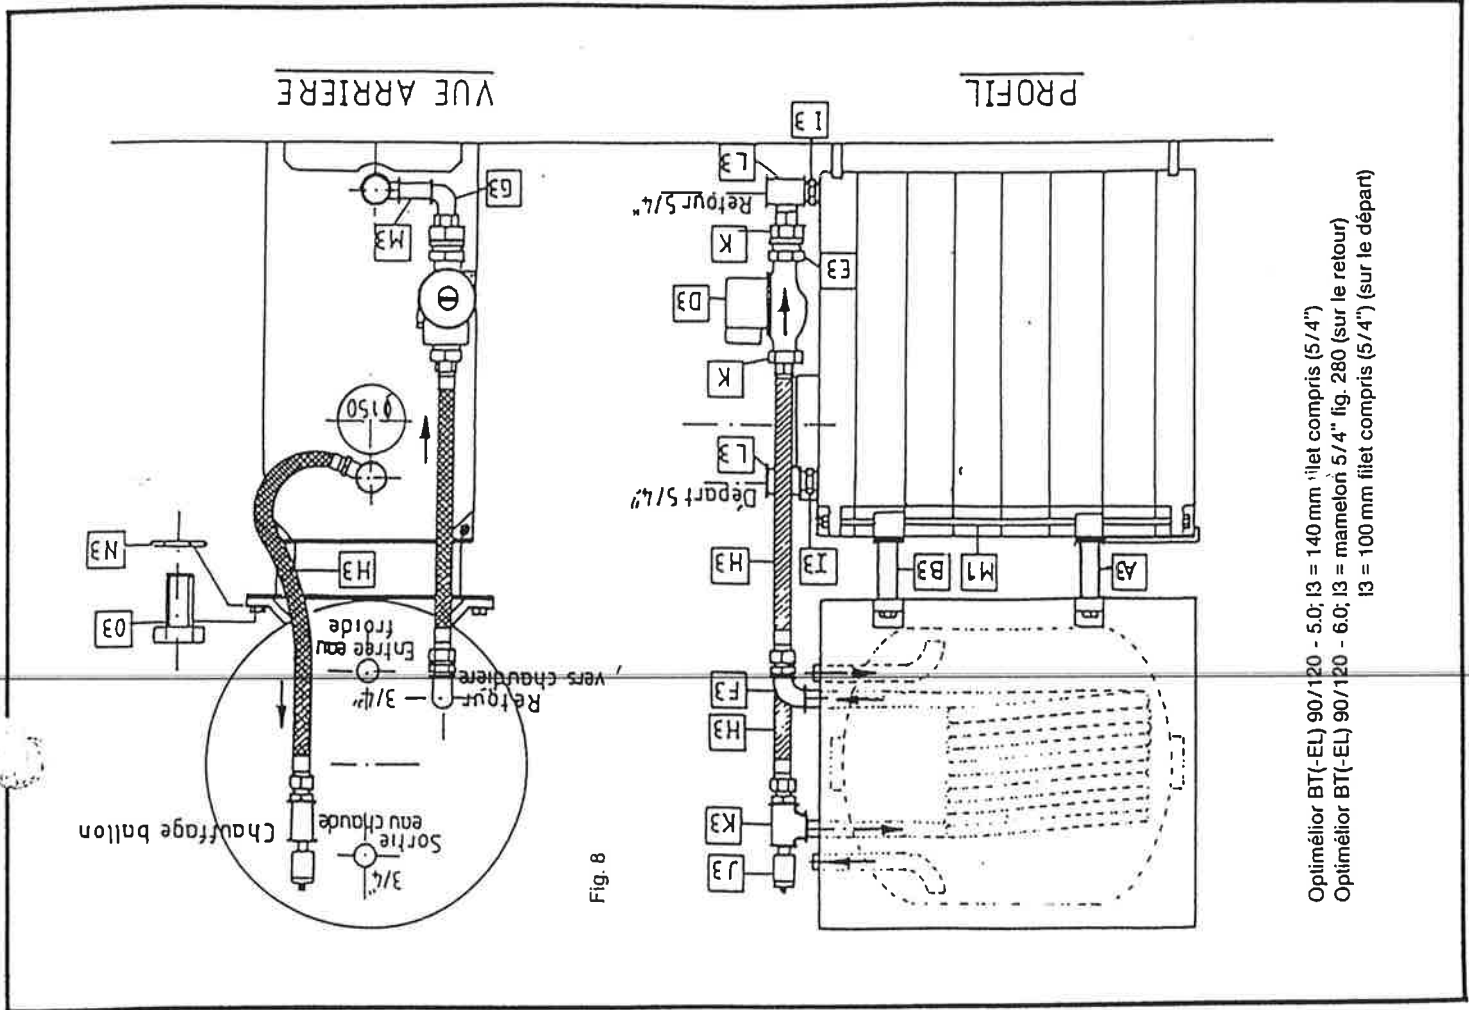

Fig. 8
- L'assemblage des supports de ballon et du ballon étant terminé, présenter l'ensemble sur la chaudière et emboîter les supports avant du ballon (A3) et arrière (B3) sur les irants supérieurs (M1) de la chaudière en veillant à ce que les deux butées prévues sur le support avant du ballon (A3) soient positionnées contre le bloc fonte comme renseigné en fig. 8.